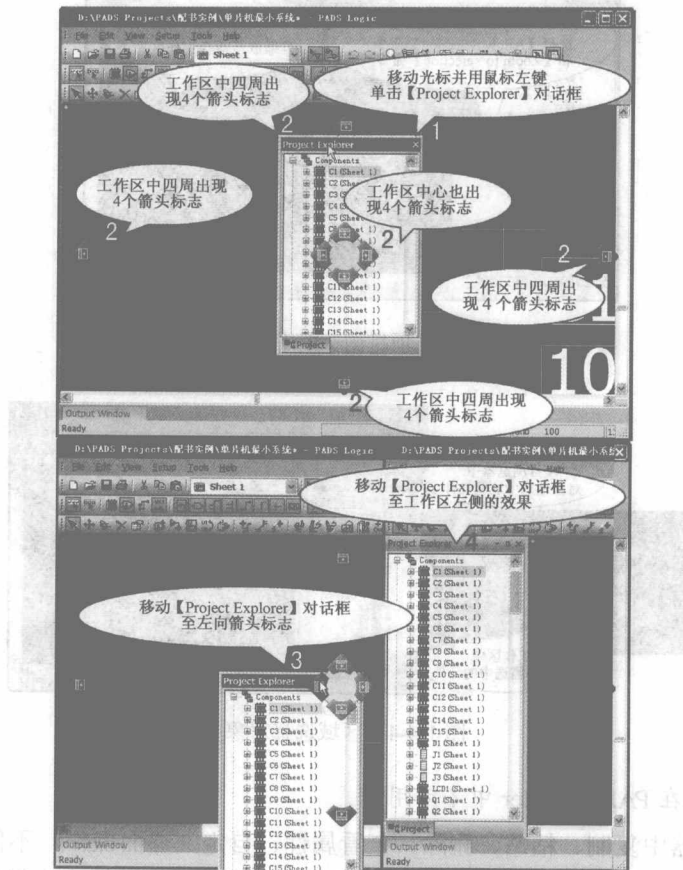

图 1-4-6 移动项目浏览器对话框
4) 移动项目浏览器窗口 根据设计工作的需要, PADS Logic 2007 允许灵活放置项目浏览器位置, 如图 1-4-6 所示。